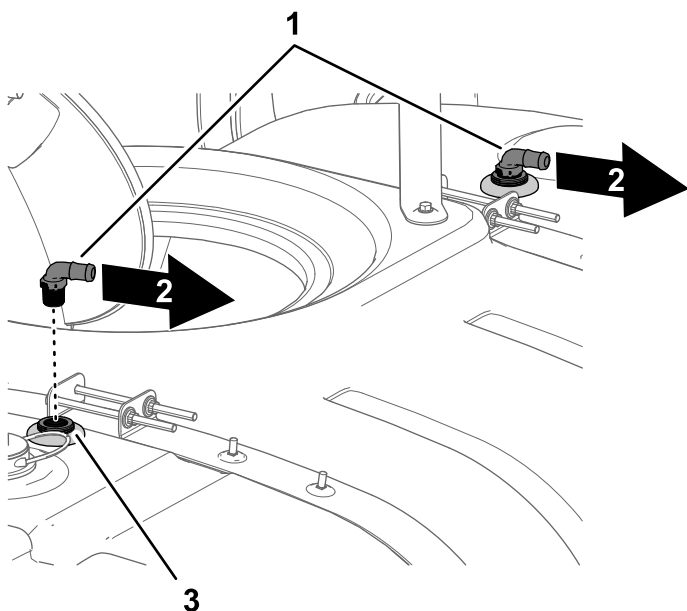

Figure 23
5. Insérez les raccords à 90° dans les raccords de traversée des buses de rinçage (Figure 23).
6. Dirigez les cannelures de branchement de flexible des raccords à 90° vers le côté droit de la machine (Figure 23).